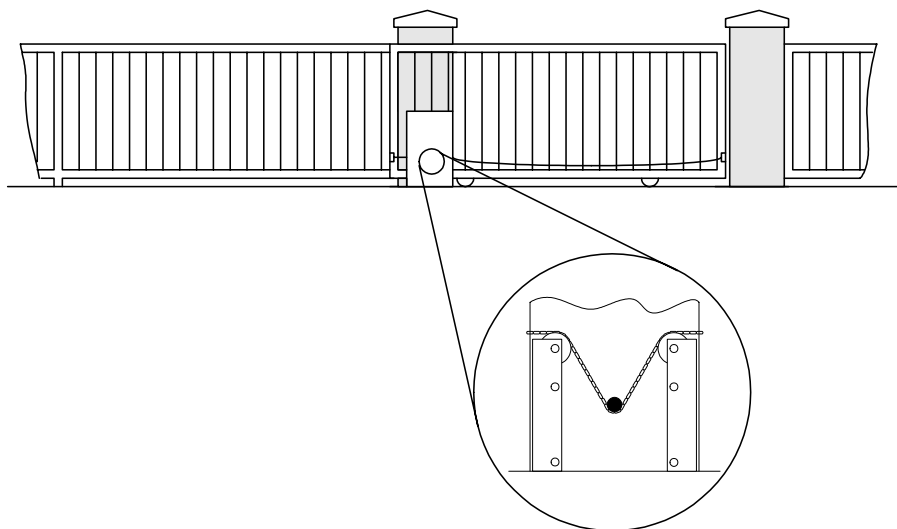

Figura 12
2. Encamine la cadena a través del operador de puerta: sobre la guía de cadena y bajo la rueda de cadena (figura 12).